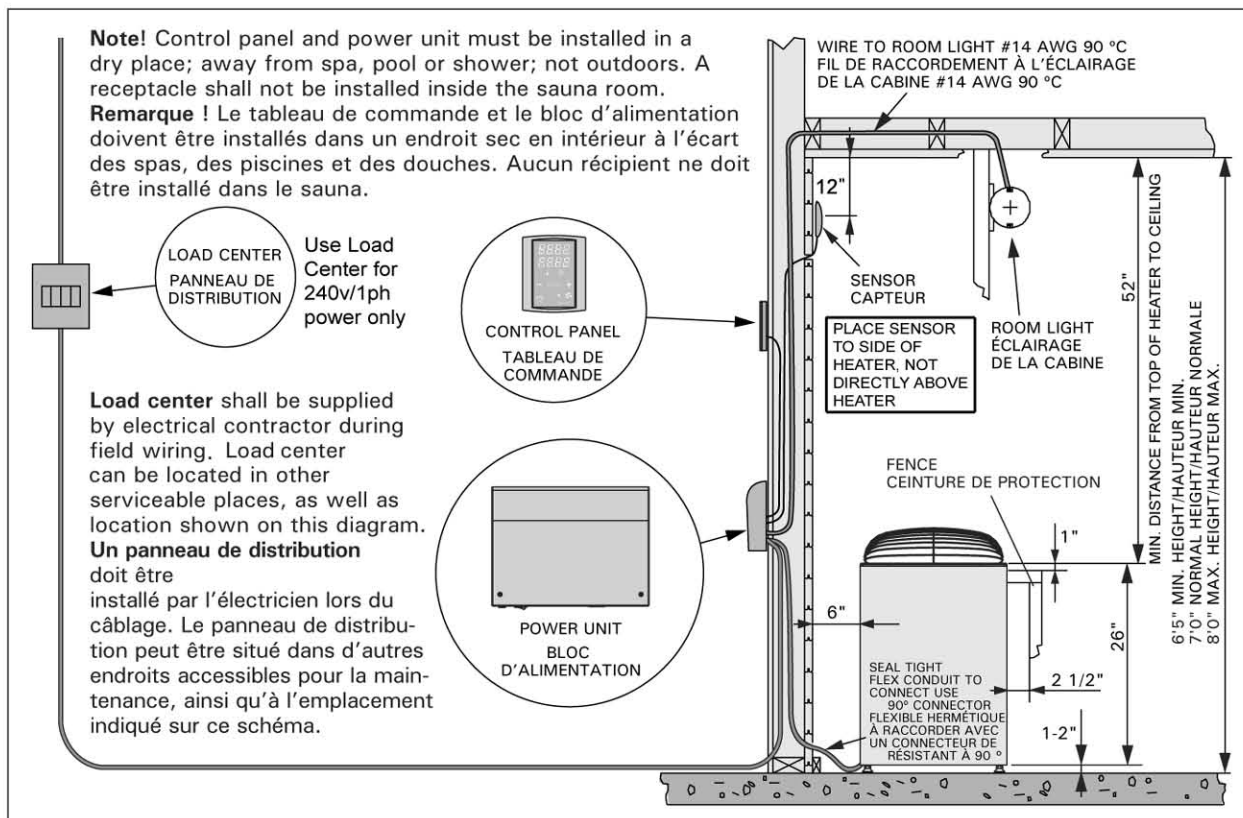

Figure 2.
- The location of the heater fulfils the minimum requirements concerning safety distances given in figures 2–6 and table 1.
- L'emplacement du poêle répond aux exigences de distances de sécurité minimales données dans les figures 2–6 et le tableau 1.
1. Remove heater from carton and place in proper location in sauna room. Observe proper clearances as per figures 2–6 and table 1. After final hookup, electrical contractor should secure heater to floor with at least two screws or bolts.
1. Sortez le poêle du carton et posez-le à un emplacement approprié dans la cabine du sauna. Respectez les dégagements indiqués dans les figures 2–6 et le tableau 1. Après le raccordement final, l'électricien doit fixer le poêle au plancher avec plusieurs vis ou boulons.
Refer to table 2 for proper wire size and amperage. See figures 2–6 for required clearances. Use copper wire from breaker to wall-mounted power unit. Supply cable must have 4 wires including insulated neutral and separate ground.
Refer to table 2 for proper wire size and amperage. See figures 2–6 for required clearances. Use copper wire from breaker to wall-mounted power unit. Supply cable must have 5 wires including insulated neutral and separate ground.
Consultez le tableau 2 pour connaître le calibre et l'intensité corrects du fil à utiliser. Voir fig. 2–6 pour connaître le dégagement requis. Utilisez du fil de cuivre du coupe-circuit au bloc d'alimentation mural. Le câble d'alimentation doit être constitué de 4 fils, dont un fil neutre isolé et un fil de terre distinct.
Consultez le tableau 2 pour connaître le calibre et l'intensité corrects du fil à utiliser. Voir fig. 2–6 pour connaître le dégagement requis. Utilisez du fil de cuivre du coupe-circuit au bloc d'alimentation mural. Le câble d'alimentation doit être constitué de 5 fils, dont un fil neutre isolé et un fil de terre distinct.